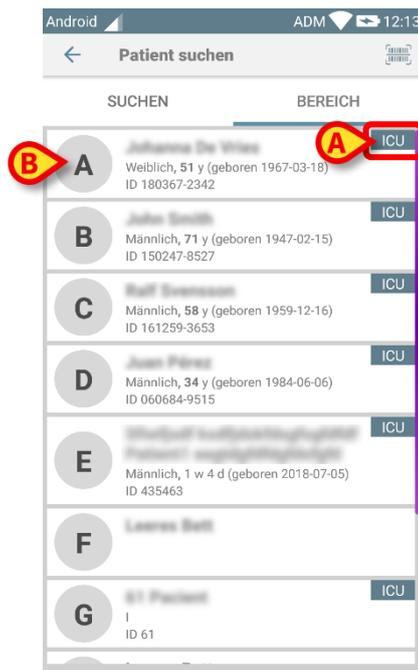
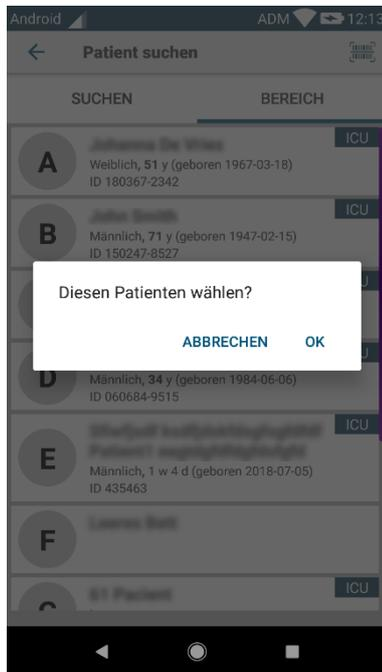

Abb. 40
Abb. 41
- Berühren Sie die Registerkarte "DOMAIN". Es erscheint folgendes Fenster (Abb. 40)
In Abb. 40 werden alle Patienten aufgelistet, ohne Rücksicht auf ihre Domäne. Die Beschriftung in der oberen rechten Ecke jeder Kachel markiert die Domäne des Patienten (Abb. 40 **A**).
- Berühren Sie die in Abb. 40 **B** angegebene Kachel . Eine Benutzerbestätigung ist erforderlich (Abb. 41).